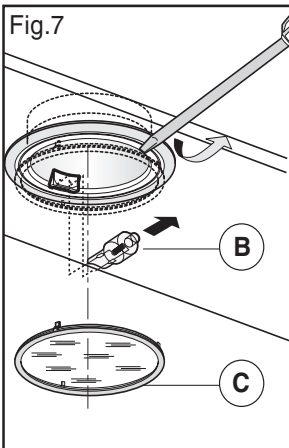

Fig.8
• **Comandi slider (Fig.8)** la simbologia è di seguito riportata: